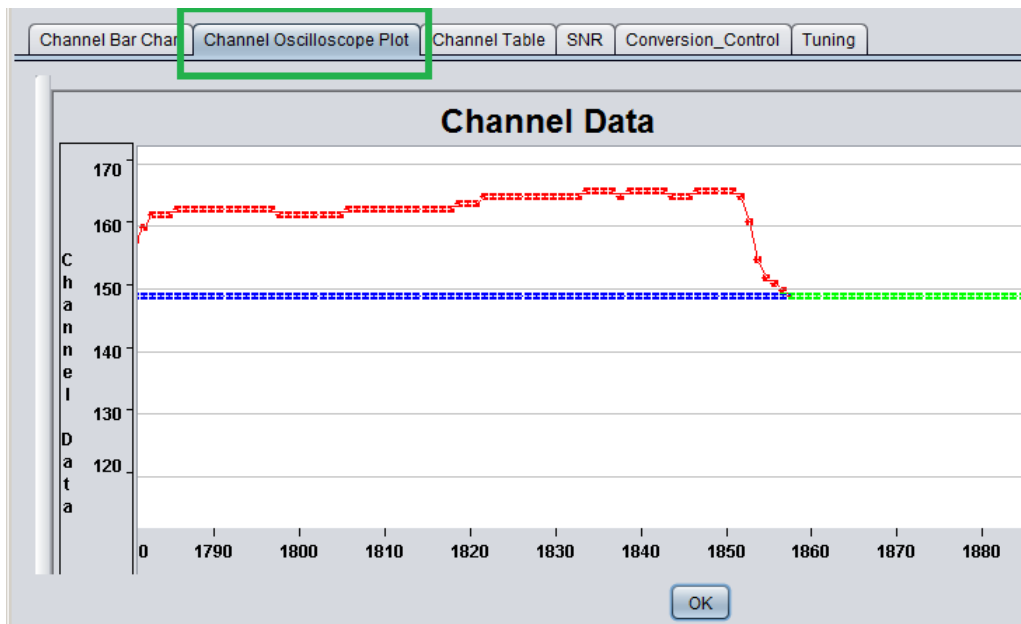

Рис.37 - Отображение данных в графическом виде
- Channel Oscilloscope Plot – отображение в виде графиков (рис.37)